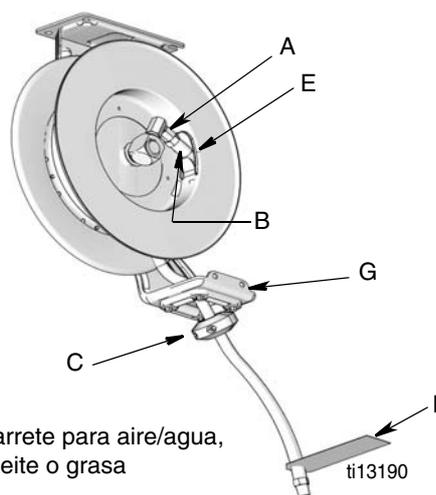

FIG. 12
- Detenga el carrete cuando se pueda acceder a la unión giratoria de la manguera (A) (FIG. 12) y en donde el carrete esté trabado de manera segura.
7. Pase el extremo de la manguera (B) a través de la guía de la manguera (G) y después por el agujero (E) del carrete (FIG. 12).